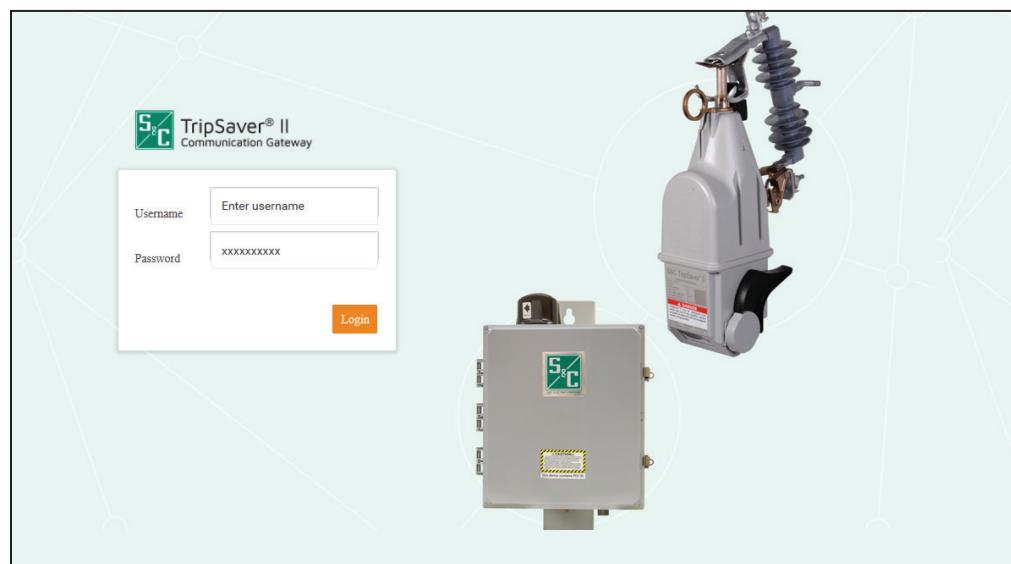

Figura 5. Pantalla de *Inicio de Sesión* del Gateway de Comunicaciones.
- PASO 4.** Con el cable CAT5 conectado al Puerto Ethernet 1 del gateway de comunicaciones, inicie un navegador Web en una PC. En la barra de direcciones URL, escriba la dirección IP predeterminada del gateway de comunicaciones, 192.168.1.1, y pulse la tecla <Intro>. (Las versiones de navegador soportadas incluyen Google Chrome y Microsoft Edge). Se abrirá la pantalla de *Inicio de Sesión* con una solicitud de nombre de usuario y contraseña. Ver la Figura 5. Al iniciar sesión por primera vez, los usuarios serán redirigidos a la pantalla *Perfil* y se les pedirá que cambien la contraseña predeterminada.